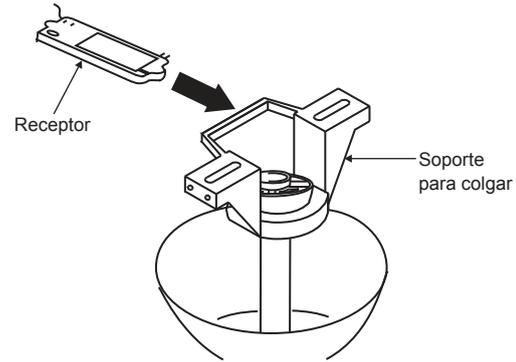

Fig. 11
Paso 1. Inserte el receptor en el soporte de montaje para cielorraso y mantenga en posición horizontal contra el techo. (Fig.11) Para un mejor rendimiento, asegúrese de que la antena negra, al final del receptor, continúe extendida y no esté enredada con algún cable eléctrico.